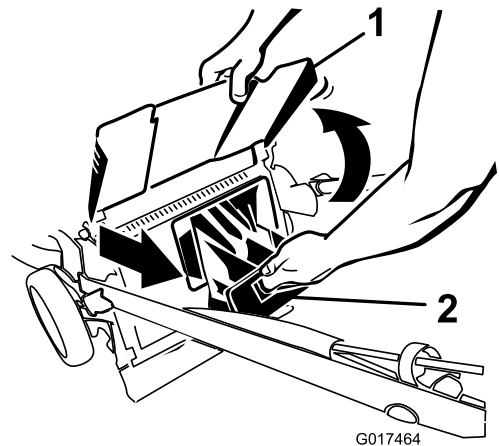

Figure 27
2. Soulevez le volet d'éjection et gardez-le dans cette position (Figure 27).
3. Retirez l'obturateur d'éjection arrière (Figure 27).